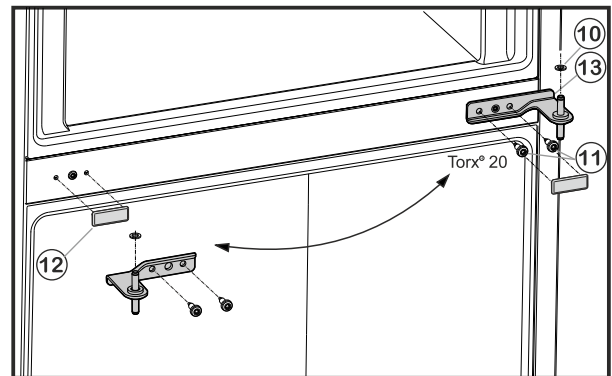

Fig. 6
- ▶ Desserrer les vis de fixation Fig. 6 (11) (2 fois Torx® 20) et retirer le support de palier du milieu de la porte inférieure.
- ▶ Retirer la rondelle en plastique Fig. 6 (10).
- ▶ Retirer le cache Fig. 6 (12) avec précaution.
- ▶ Remplacer le cache Fig. 6 (12) du côté opposé.
- ▶ Remettre en place le support de palier du milieu Fig. 6 (13) à 180° dans la porte inférieure et la visser solidement à l'aide des vis de fixation Fig. 6 (11) (2 fois Torx® 20) sur le nouveau côté de la charnière **(avec 4 Nm)**.
- ▶ Remettre en place la rondelle de plastique Fig. 6 (10).
- ▶ Mettre en place la porte supérieure sur le support de palier Fig. 6 (13).